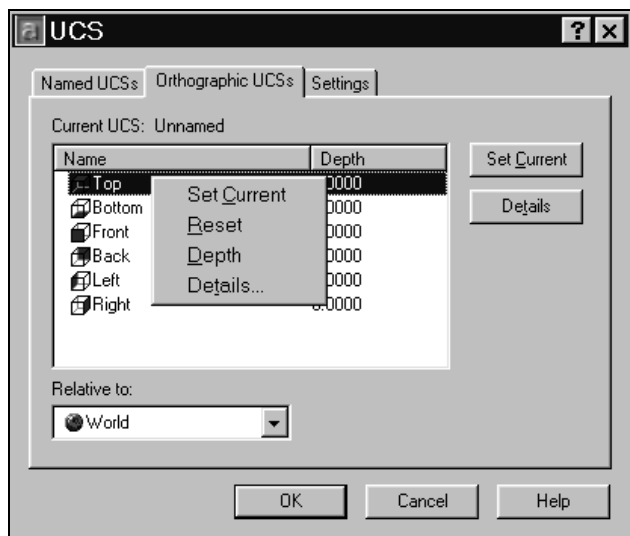

Рис. 1.12. Диалоговое окно **UCS**, вкладка **Orthographic UCSs**
3. Щелкнуть правой кнопки мыши на имени ПСК и выбрать из контекстного меню пункт **Depth** (Глубина) для задания глубины по оси Z (рис. 1.12). Глубина — это расстояние между плоскостью XY ортогональной ПСК и параллельной ей плоскостью, проходящей через начало базовой системы координат. Параллельная плоскость может совпадать с плоскостью XY, YZ или XZ базовой системы координат.